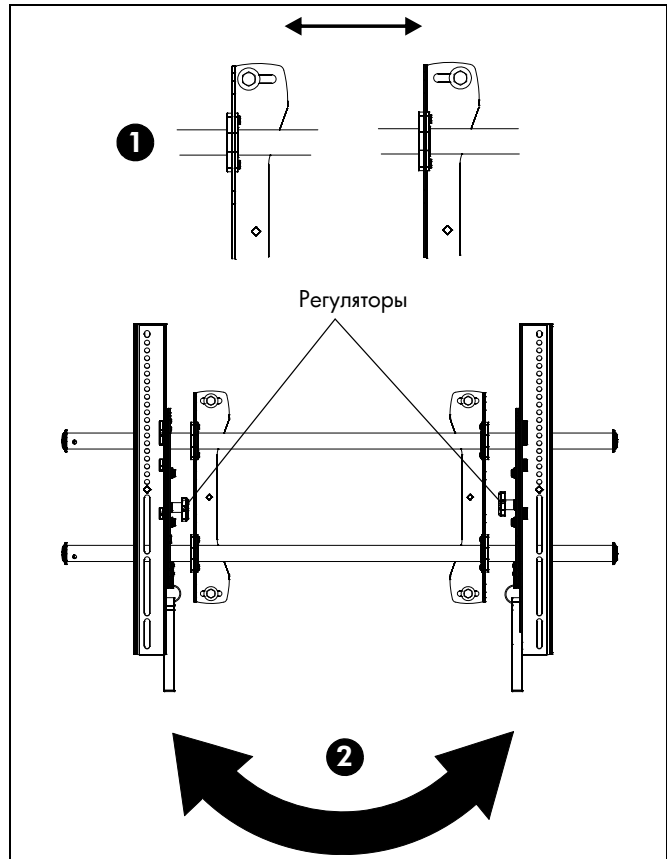

рис. 5
1. Кронштейны можно сдвинуть горизонтально в ту или другую сторону относительно точки крепления. (См. рис. 5)
2. Левый и правый соединительные кронштейны можно поменять местами, используя регуляторы, расположенные с внутренней стороны соединительных кронштейнов модели LTA. (См. рис. 5)